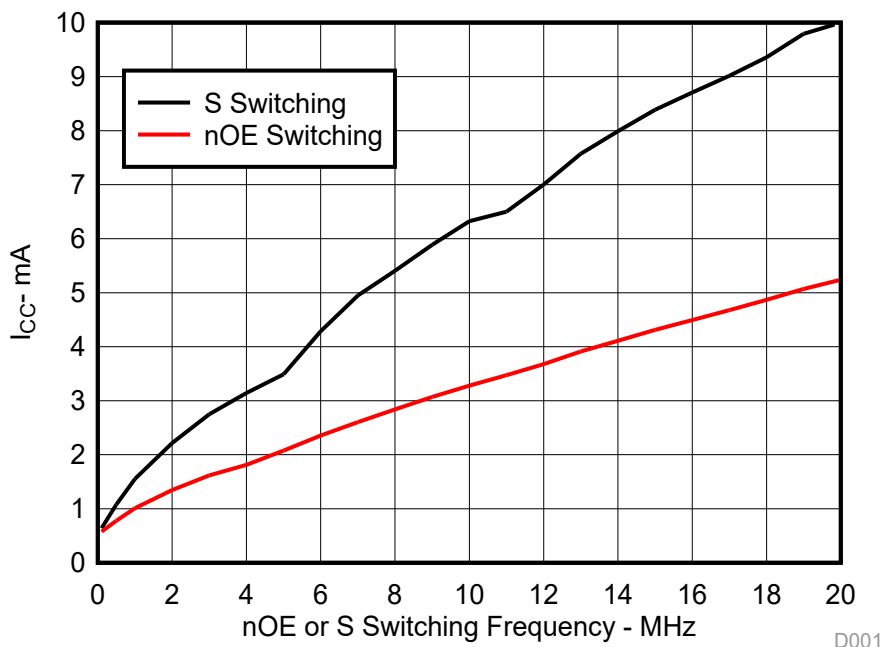

図 4-2. I_{CC} と $\overline{OE}$ スイッチング周波数との関係 (標準値)、 $V_{CC} = 3.3V$
- (1) V_{IN} と I_{IN} は、制御入力を指します。 V_I 、 V_O 、 I_I 、および I_O はデータピンを指します。
(2) すべての標準値は、 $V_{CC} = 3.3V$ (特に記述のない限り)、 $T_A = 25^\circ C$ における値です。
(3) I/O ポートの場合、パラメータ I_{OZ} には入力リーク電流が含まれます。
(4) これは、 V_{CC} または GND ではなく、規定の TTL 電圧レベルのいずれかにおける各入力の電源電流の増加量です。
(5) このパラメータは、単一の制御入力の動作周波数に関連する動的な電源電流を指定します (図 4-2 を参照)。
(6) スイッチを流れる電流における A 端子と B 端子の間の電圧降下によって測定されます。オン状態の抵抗は、2 つの端子 (A または B) のうち、電圧が低い方によって決まります。